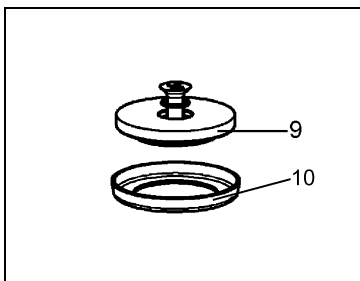

Abb. 6: Ausrichtung der Dichtlippe (10) zu Druckscheibe (9)
1. Pleuel (14) von vorne durch die Lüfteröffnung festhalten und den Zylinder (13) wieder auf das Pumpengehäuse setzen.
2. Auf den Zylinder (13) den neuen O-Ring (12) auflegen.
- a. Neue Dichtlippe (10) auf Druckscheibe (9) auflegen.
**i** Zur Ausrichtung der Dichtlippe (10) siehe Fig. 6.
- b. Auf neue Senkschraube (7) neuen O-Ring (8) aufstecken.
- c. Die neue Senkschraube (7) mit neuem O-Ring (8) durch die Druckscheibe (9) durchstecken.
4. Scheibe(n) (11) in gleicher Anzahl wie zuvor auf Pleuel (14) auflegen.